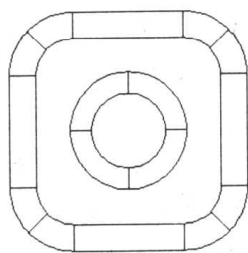

图 2-4
①选择对象: 选择圆 $\leftarrow$ 。②指定拉伸高度或[路径(P)]: 20 $\leftarrow$ 。③指定拉伸的倾斜角度: -30 $\leftarrow$ 。④ $\leftarrow$ 。⑤选择对象: 选择四边形 $\leftarrow$ 。⑥定拉伸高度或[路径(P)]: 25 $\leftarrow$ 。⑦指定拉伸的倾斜角度: -30 $\leftarrow$ 。如图 2-4 所示。